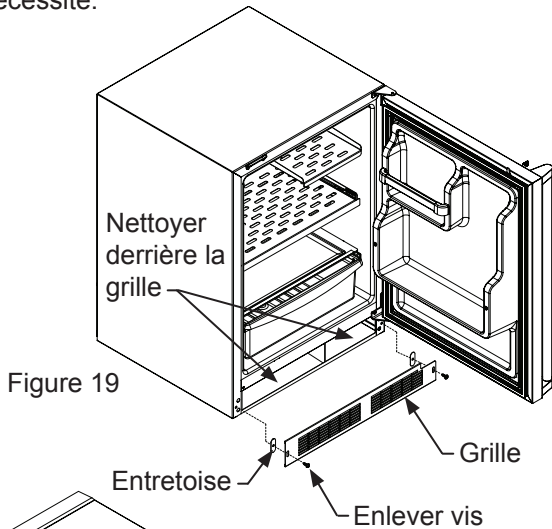

Figure 19
8. Enlevez la grille de protection frontale (voir les Figure 19), et utilisez une brosse et un aspirateur pour éliminer la saleté et les débris de sous l'appareil.